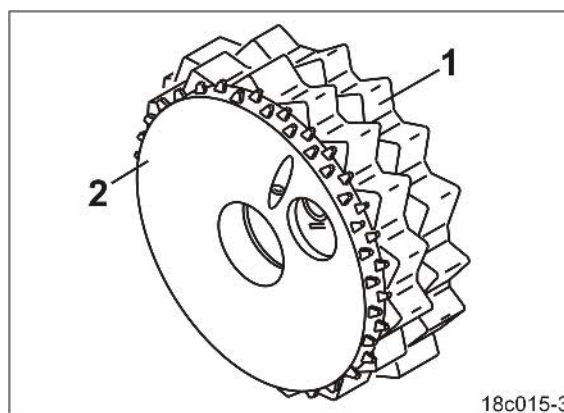

図 51
- 標準シードホイール (図 51/1) および
- 精密シードホイール (粒の細かい種用のシードホイール) (図 51/2)